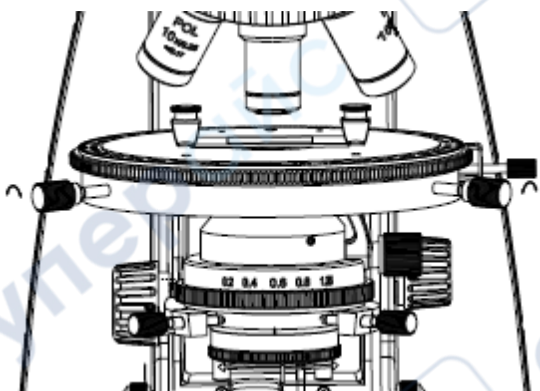

Рис.22
3. Центрирование поворотного столика (рис.22).